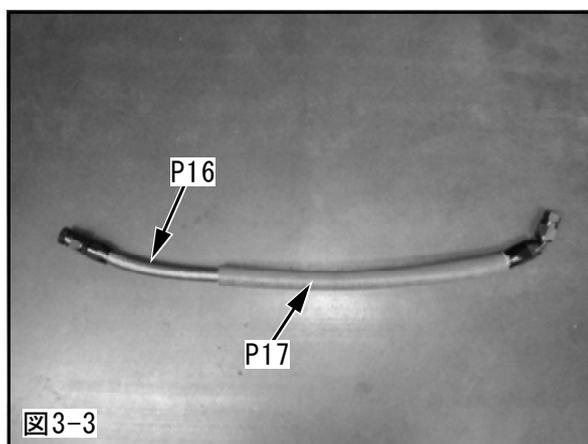

図3-3
- (4) オイルクーラホースNo.2にファイアスリーブを取付けてください。(図3-3)